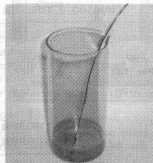

Рис. 129. Взаимодействие концентрированной азотной кислоты с медью сопровождается образованием бурого газа — оксида азота (IV)
При взаимодействии концентрированной азотной кислоты с медью образуется бурый оксид азота (IV) (рис. 129):